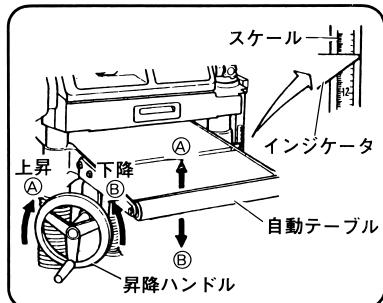

図 8
(1) インジケータが示すスケールの目盛の寸法が仕上がり寸法となります。
(2) フットスイッチ(P100RM/P100RM(SC)) (図1-1参照) または、昇降ハンドルをまわし、希望の仕上がり寸法になるよう自動テーブルを昇降させてください。(図8)
(3) 最大切込み量は木材の大きさと送材速度 (17 ページ「送材速度の切替え」の項参照) によって異なります。表2を目安にして切込み量を決めてください。
(4) 切込み量が表 2 に示す数値以上になつてあるときは、昇降ハンドル（図 8）をまわし少なくしてください。